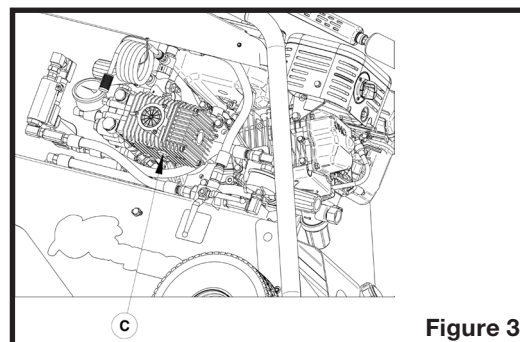

Figure 3
2. Dévisser le bouchon de vidange (C sur la figure 3).